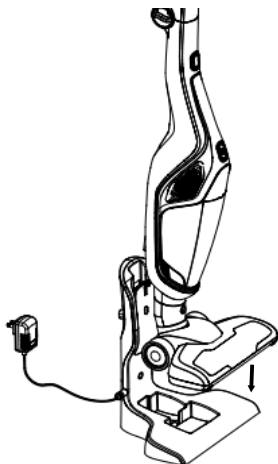

рис.5
4. Поднимите пылесос и поставьте его на базу (рис.5). При успешном подключении на пылесосе загорятся индикаторы заряда.